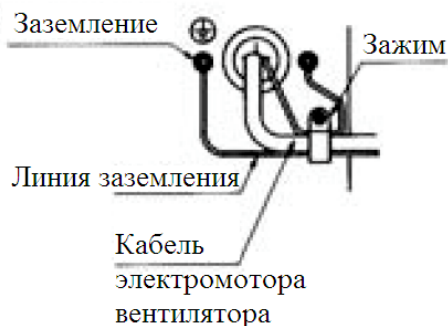

Рис. 16
- Соедините силовой кабель и линию заземления одним зажимом, чтобы исключить натяжение кабелей и механическое воздействие на клемму заземления (см. Рис. 16).